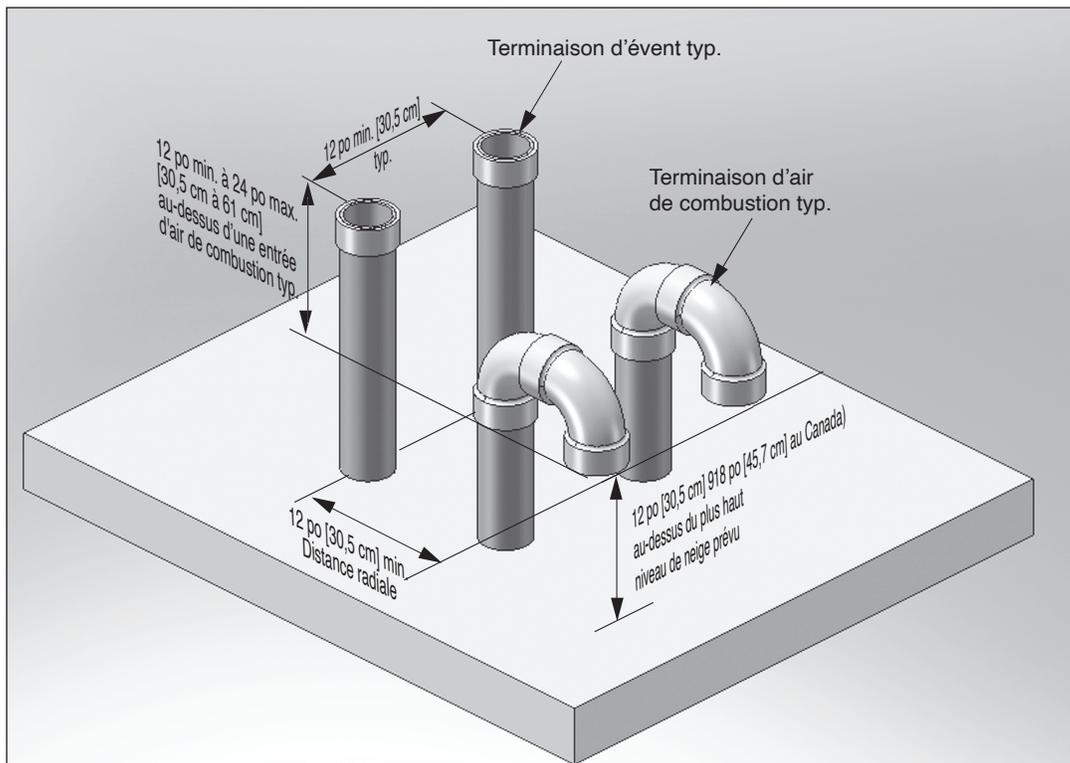

Fig. 5 - Ventilation directe - Terminaison verticale de plusieurs chaudières INSTINCT
2. La pénétration du toit par la tuyauterie d'air de combustion et de ventilation doit être telle que l'entrée d'air de combustion soit à un minimum de 12 po [30,5 cm] du tuyau de ventilation adjacent de l'autre chaudière, pour les installations aux É.-U., comme illustré à la *Fig. 5* en page 14. Pour les installations au Canada, fournissez les dégagements exigés par la norme CAN/CSA B149.1.